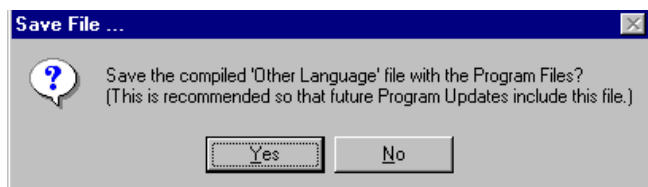

Fig. 13.68
13. Aparecerá la casilla de diálogo “Guardar archivo” (Fig. 13.68), pidiendo confirmación para guardar el archivo otro idioma con los demás archivos de programas, de forma que en las futuras actualizaciones del programa se incluya este archivo. Se recomienda contestar “Sí”.